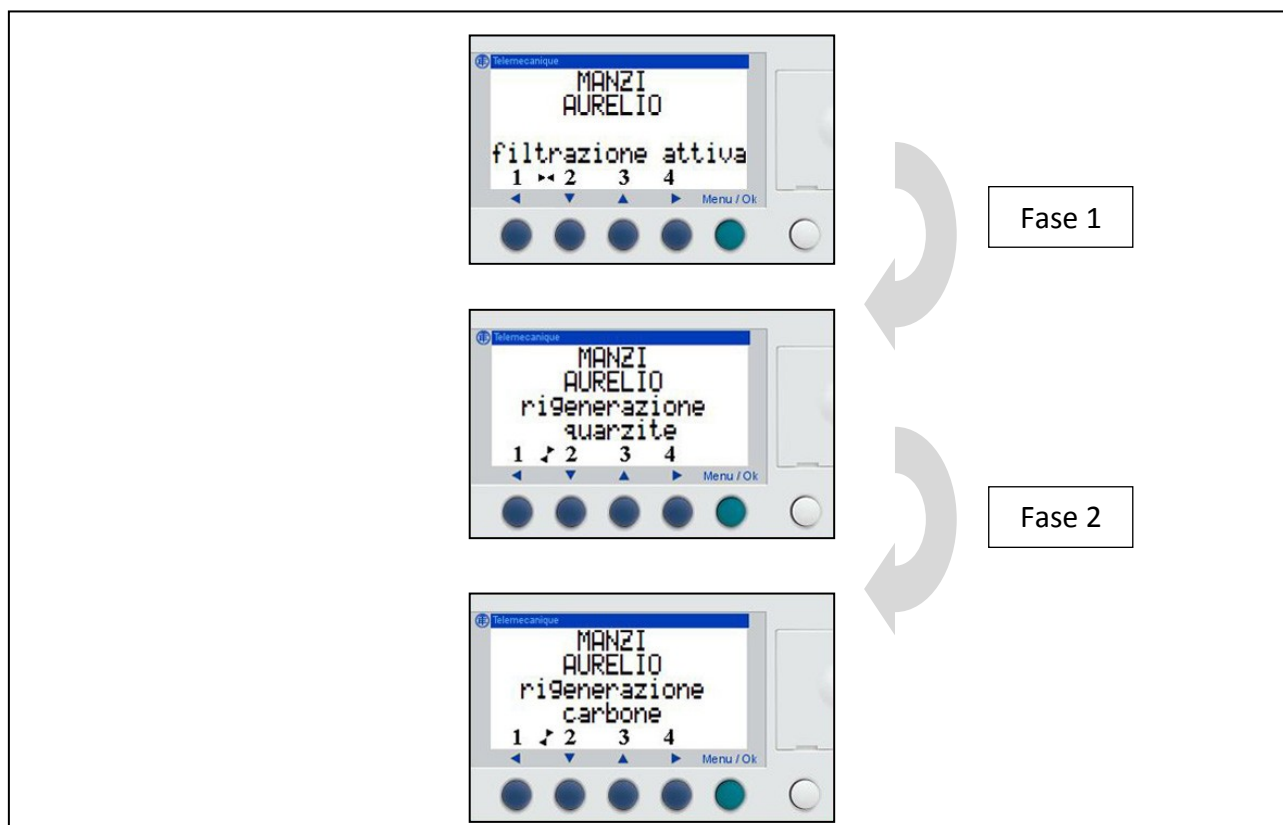

Figura 8 Ciclo rigenerazione programmato
- 1 rigenerazione a settimana: Indica che il ciclo di rigenerazione (Figura 8) avviene una sola volta a settimana.
- 2 rigenerazioni a settimana: Indica che il ciclo di rigenerazione (Figura 8) avviene due volte a settimana.